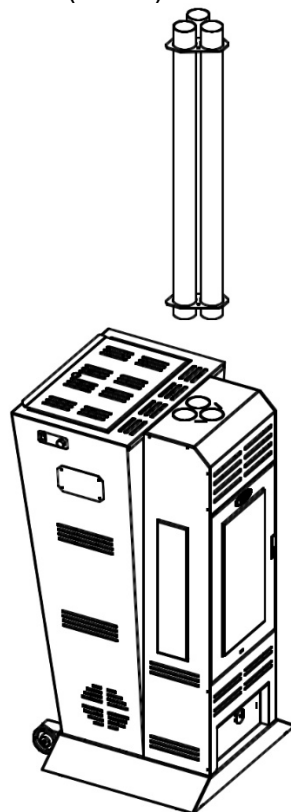

Abb. 2
- 1 Die Rohre übereinander stecken, dabei die Anordnung auf Abbildung 2 beachten